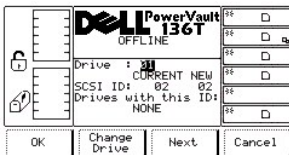

Abbildung 70. Dialogfeld "Setup" > "Drives" > "SCSI"
Wenn "SCSI" ausgewählt wird, wird das Dialogfeld "SCSI" angezeigt (siehe Abbildung 70). Diese Option ermöglicht dem Benutzer das Einstellen der SCSI-ID für das Laufwerk.
Siehe Tabelle zu Abbildung 70.
- 1 Wenn die Taste unter dem Softkey **Next** gedrückt wird, wird das Feld "Drive" zum aktiven Feld (siehe Abbildung 70).